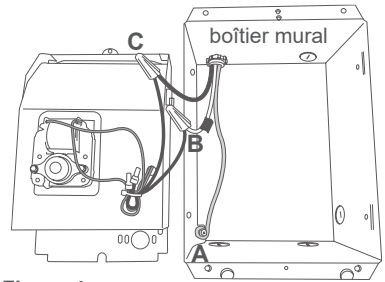

Figure 4
**A.** Raccorder le fil de terre à la vis de mise à la terre dans le boîtier mural (voir la figure 4 ou 5).
Dans le cas d'installations 240 ou 208 volts, le choix du fil de l'appareil de chauffage importe peu. Les deux fils d'alimentation (noir et blanc) sont sous tension. Envelopper le fil d'alimentation (blanc) avec du ruban noir pour indiquer qu'il est sous tension (voir la figure 4).
**C.** Raccorder l'autre fil d'alimentation au fil résiduel de l'appareil de chauffage à l'aide d'un capuchon de connexion (non fourni) (voir la figure 4 ou 5).